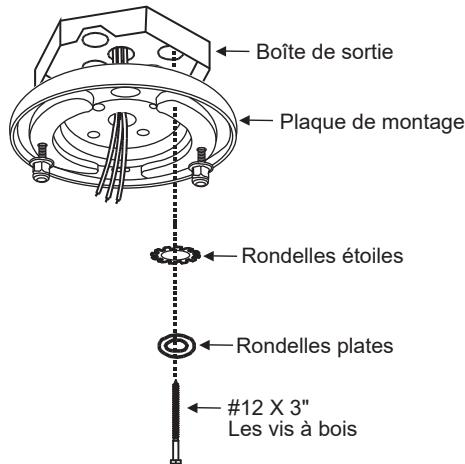

Fig. 5
2. Utilisez les deux vis à bois et rondelles n° 12 X 3" pour fixer la plaque de montage directement aux solives du bâtiment via les trous défonçables de la boîte de sortie. (Fig. 5).